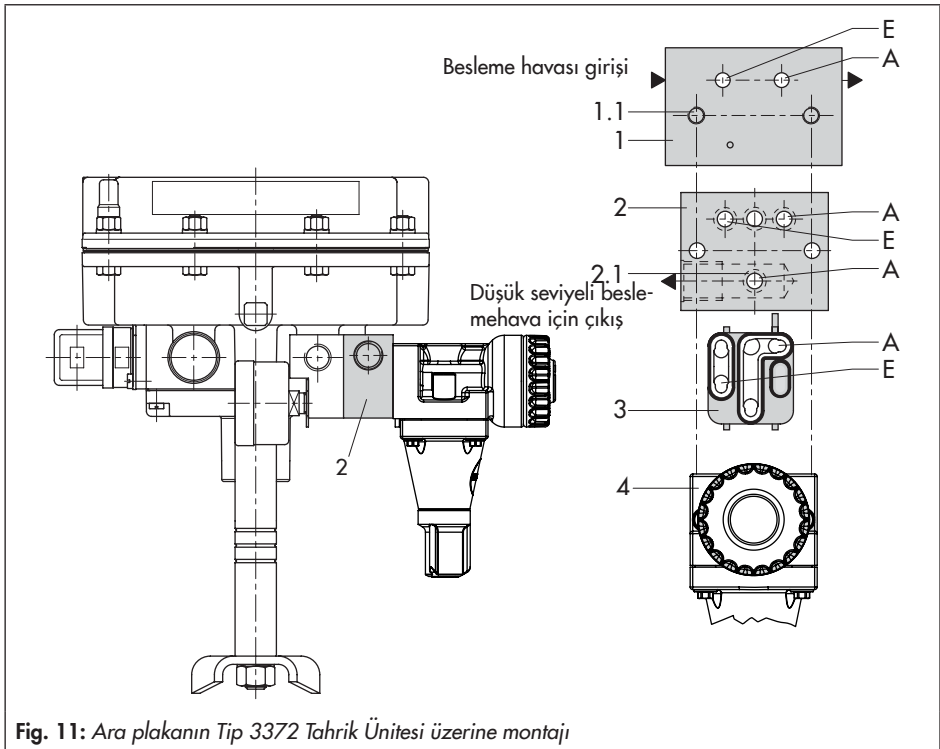

Fig. 11: Ara plakanın Tip 3372 Tahrik Ünitesi üzerine montajı
1. Tespit vidalarını sökün ve besleme basıncı regülatörünü (4) yönlendirme contası (3) ile birlikte adaptör plakasından (1) kaldırın. Besleme basıncı regülatöründeki yönlendirme contasının konumunu değiştirmedenizden emin olun.
- ➔ Yönlendirme contasının (3) uzun kauçuk parmağı daima regülatör çıkışını (düşük besleme basıncı) göstermelidir. Bkz Fig. 10 ve Fig. 11.
2. O-ringleri (2.1) ara plakanın (2) deliklerine yerleştirin.
4. Besleme basıncı regülatörünü (4) yönlendirme contası (3) ile ara plakanın (2) üzerine yerleştirin. Daha uzun tespit vidalarını yerleştirin ve parçaları sabitleyin.